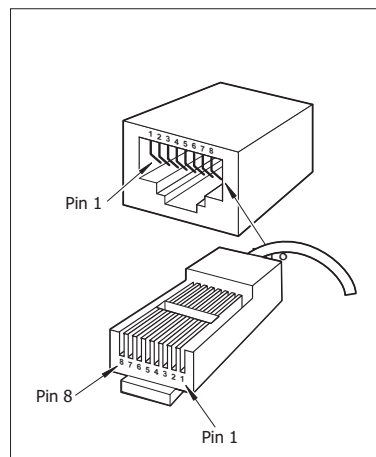

Fig. 5.2.3
Gli stessi comandi sono disponibili anche nella presa **RJ45 OVERRIDE (7)** per previsioni di impiego con altri apparecchi **PASO**. La piedinatura della presa è riportata in tabella e in **Fig. 5.2.3**.